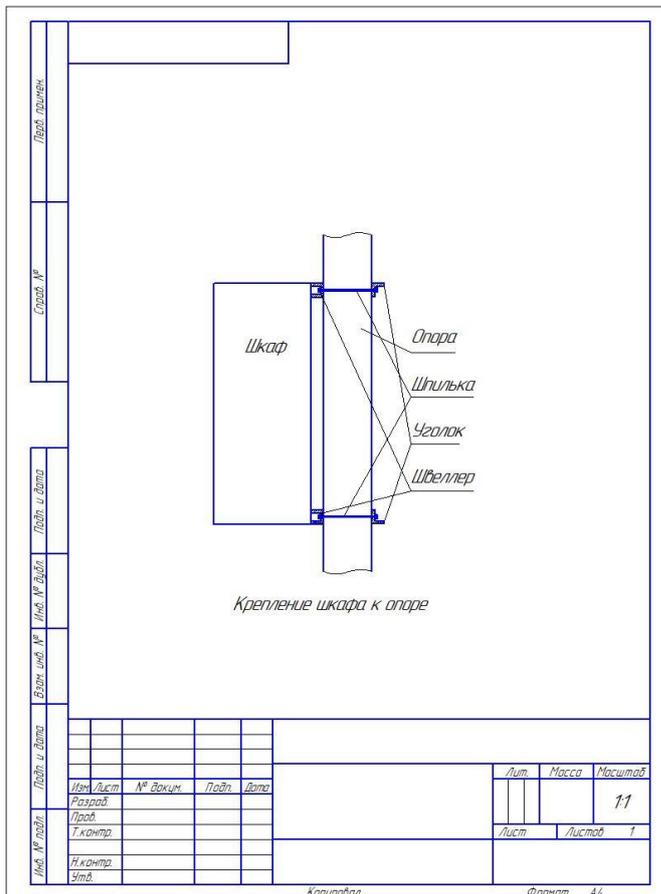

Рис.4 Крепление шкафа к опоре
- 2) Провести монтаж шкафа управления (рисунок 4). Осуществляется с помощью 2-х швеллеров, 2-х уголков и 4-х шпилек с гайками;